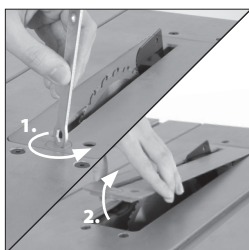

Fig. 14
- Retirez la plaque d'accès de la table, en donnant un quart de tour à la vis de fixation. Soulevez de l'outil la plaque d'accès. Rangez-la soigneusement pour pouvoir la réutiliser ultérieurement (**Fig. 14**).